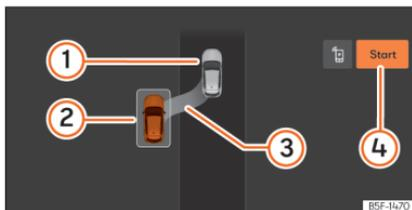
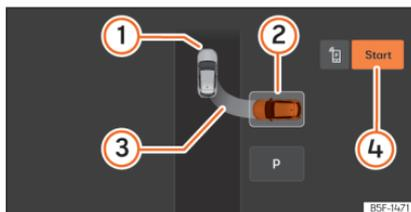

Fig. 156 No ecrã do sistema infotainment: posição para estacionar em linha.
Fig. 157 No ecrã do sistema infotainment: posição para estacionar em espinha.
- Observe na visualização do ecrã do painel de instrumentos se se detetou o lugar como «apropriado» e se foi alcançada a posição correta para estacionar »» Fig. 156, »» Fig. 157. O lugar foi considerado “apropriado” se no ecrã do painel de instrumentos aparecer a indicação de estacionar ③.